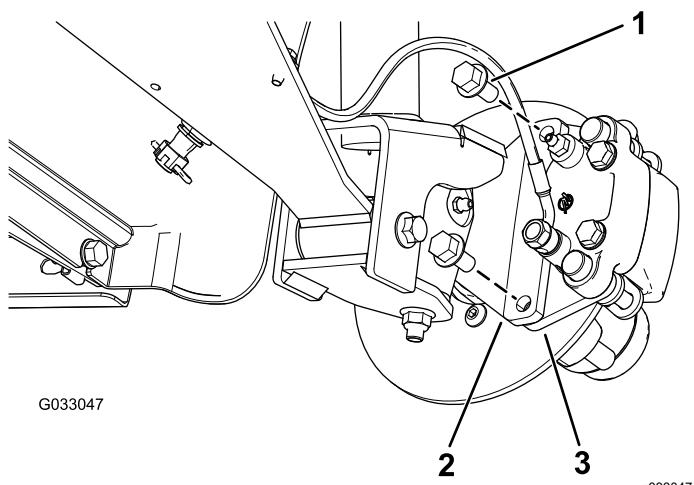
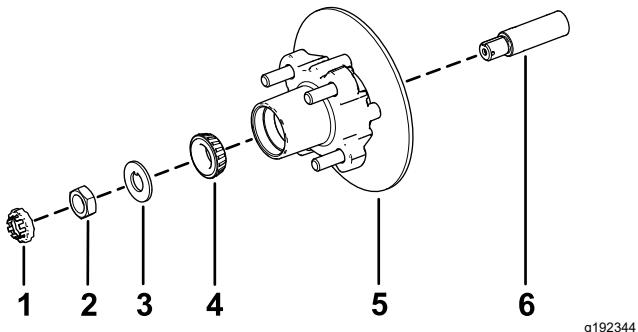

Figure 32
Figure 36
3. Retirez les boulons à embase ( $\frac{3}{8}$ " x  $\frac{3}{4}$ ") qui fixent le support du frein à la fusée et séparez le frein de la fusée (Figure 32).
- Appliquez une fine couche de la graisse spécifiée sur la fusée (Figure 36).
- Montez le moyeu et le rotor sur la fusée en plaçant le rotor à l'intérieur (Figure 36).
- Montez le roulement extérieur sur la fusée et poussez le roulement contre la bague (Figure 36).
- Montez la rondelle-frein à languette sur la fusée (Figure 36).
- Vissez l'écrou de fusée sur la fusée et serrez l'écrou à 15 N·m tout en tournant le moyeu pour bien asseoir le roulement (Figure 36).
- Alignez les plaquettes de frein de chaque côté du rotor (Figure 32) et alignez également les trous dans le support d'étrier et ceux de la fixation du frein sur le porte-fusée (Figure 36).
- Fixez le support d'étrier au porte-fusée (Figure 32) à l'aide de 2 boulons à embase ( $\frac{3}{8}$ " x  $\frac{3}{4}$ "). Serrez les 2 boulons à embase à un couple de 47 à 54 N·m.